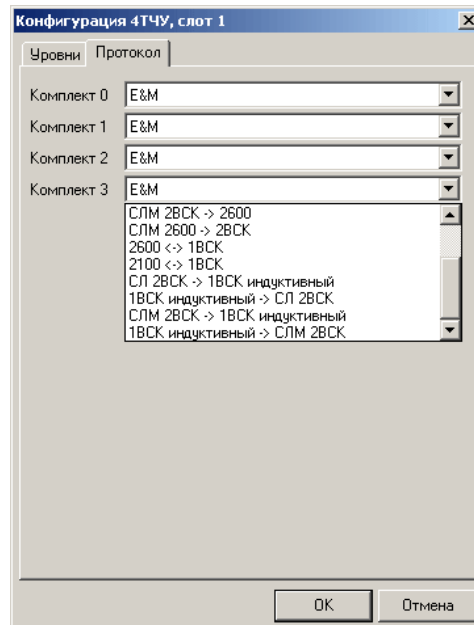

Рисунок 7
- выбрать вкладку «*Протокол*» (рис. 7);